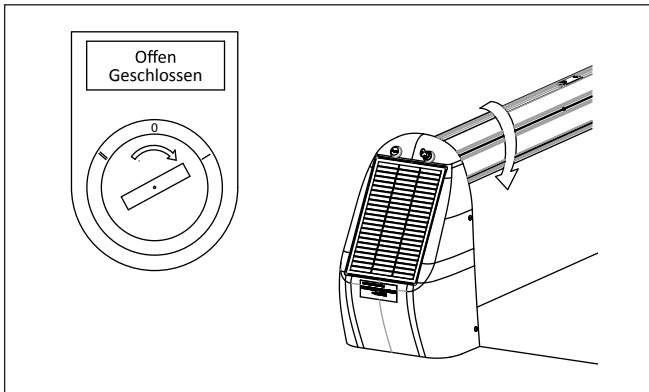

Abb. 19-1
4.2.2 Rotationstest Aufrollvorrichtung (Abb. 19-1)